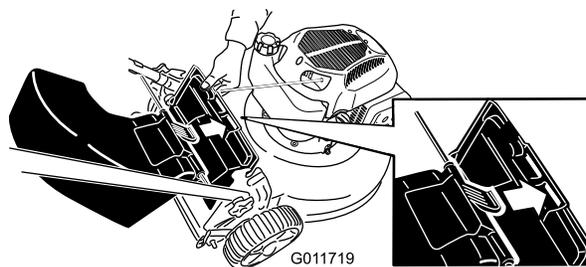

Figura 21
3. Introduza a patilha do deflector de descarga traseira na ranhura do lado direito no deflector traseiro (Figura 21).